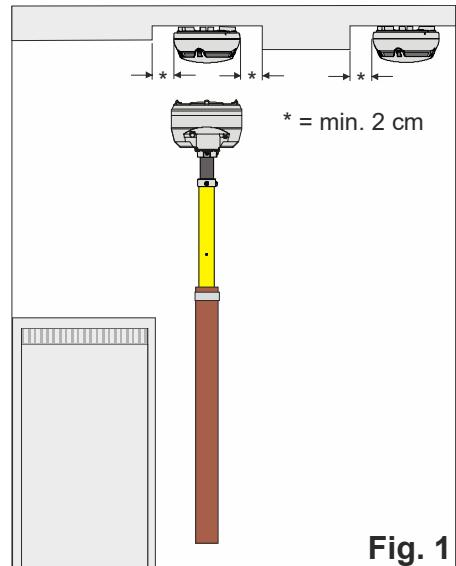

Fig. 1
During this process, factor in sufficient horizontal and vertical clearances (see Fig. 1).
1. Bestimmen Sie den Montageort des Meldersockels. Planen Sie hierbei ausreichend große horizontale und vertikale Freiräume ein (siehe Fig. 1).